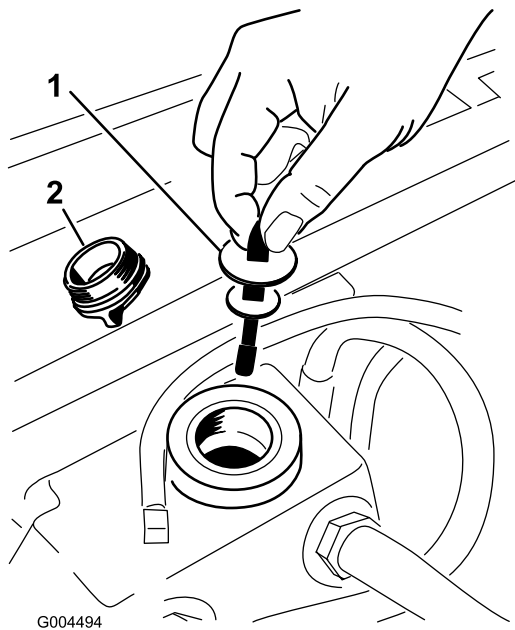

Bild 68
3. Nehmen Sie den Deckel des Hydraulikbehälters vom Einfüllstutzen ab (Bild 68).
4. Nehmen Sie den Peilstab heraus und wischen Sie ihn mit einem sauberen Lappen ab (Bild 68).
5. Stecken Sie den Peilstab in den Einfüllstutzen und ziehen ihn dann heraus, um den Ölstand zu prüfen (Bild 68).